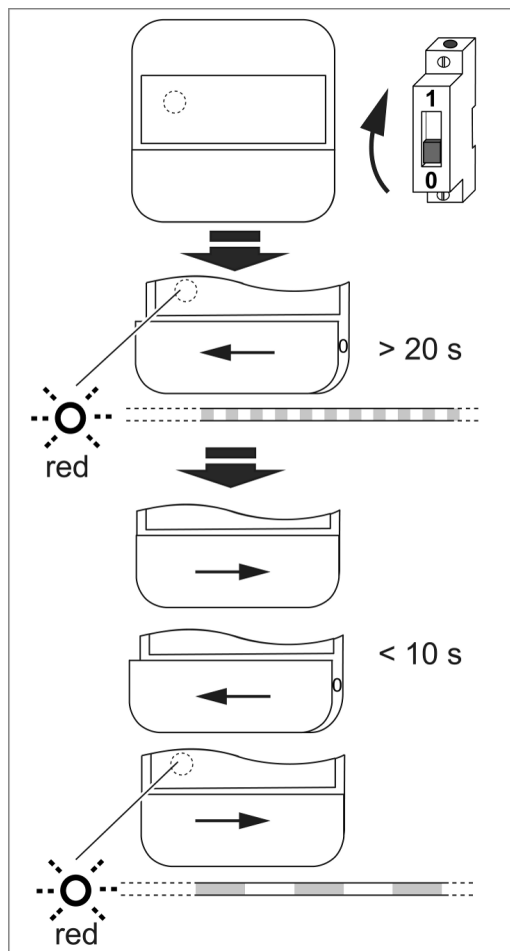

Bild 10: Zurücksetzen auf Werkseinstellung
- Innerhalb von 10 Sekunden Schalter (5) in Position **AUTO** (Mitte), danach zurück nach links **OFF** und nochmals in Position **AUTO** (Mitte) schieben (siehe Bild 10).